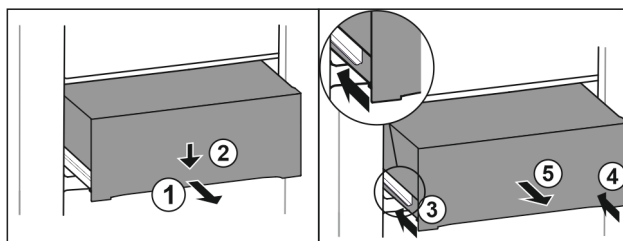

Fig. 81
- ▶ Trekk skuffen ut halvveis. Fig. 81 (1)
- ▶ Skyv skuffen foran nedover. Fig. 81 (2)
- ▶ Sett inn den venstre skinnen ca. 2 cm. Fig. 81 (3)
- ▶ Sett inn den høyre skinnen ca. 2 cm. Fig. 81 (4)
- ▶ Ta ut skuffen framover. Fig. 81 (5)